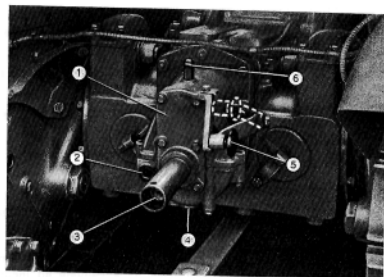

Fig. 51. - Presa di forza.
- Ogni 20 ore di lavoro verificare il livello dell'olio dal tappo posto sulla parte posteriore del gruppo (2, fig. 51); se necessario aggiungere oliofiat A 140 (SAE 140) (\*) fino al livello del tappo stesso.